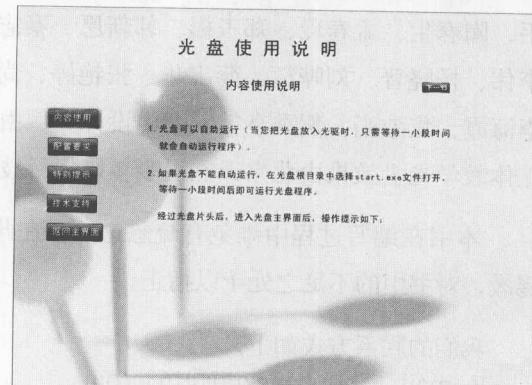

图 4
- 4 在光盘程序的主界面中单击【光盘说明】按钮，可以进入【光盘使用说明】界面（如图 4 所示）。在此界面中通过单击相应的按钮，可以查看【配置要求】、【技术支持】等信息。